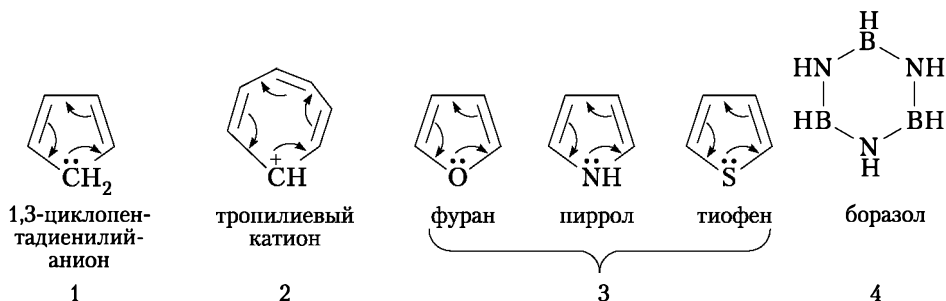

Рис. 27.7. Ароматические анион, катион и гетероциклические соединения
**Ароматические углеводороды (арены).** Понятие «ароматичность» связывают со значительным понижением запаса энергии молекулы, вызываемым делокализацией ее  $p$ -электронов, что приводит к выравниванию длин связей С—С (0,14 нм) при наличии *планарной структуры молекулы* и определенных требований, предъявляемых к  $\pi$ -электронной системе для того, чтобы она была ароматической. **Правило Хюккеля:** в кольце должно быть 2, 6, 10, 14 ... (т.е.  $4n + 2$ )  $p$ -электронов, вовлеченных в замкнутую цепь сопряжения, что приводит к повышенной термодинамической устойчивости. Правило Хюккеля первоначально относили только к моноциклическим карбоциклам, но установлено, что оно относится к некоторым анионам и катионам (1, 2) а также к гетероциклическим соединениям (3, рис. 27.7). Атомы углерода в ароматических углеводородах  $sp^2$ -гибридизованы. Энергию, которую молекула теряет в результате делокализации  $p$ -электронов (выигрыш в энергии образования), называют энергией сопряжения или энергией резонанса.